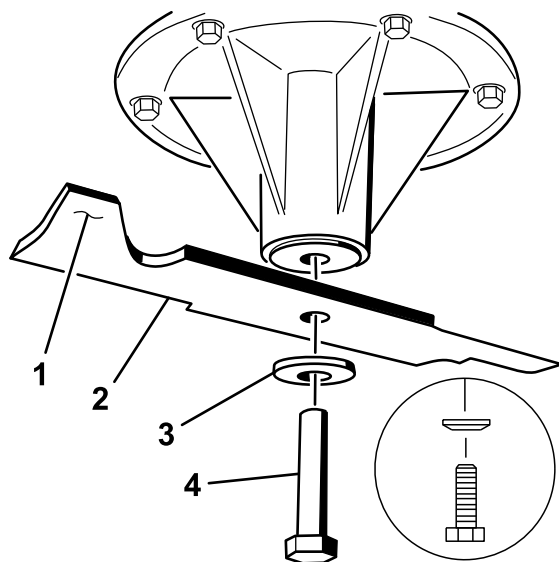

Figura 102
1. Instale a lâmina no eixo (Figura 102).
2. Instale o disco de mola e o parafuso da lâmina. O cone do disco de mola deve ser montado virado para a cabeça do parafuso (Figura 102). Aperte o parafuso da lâmina com 115–150 N·m.